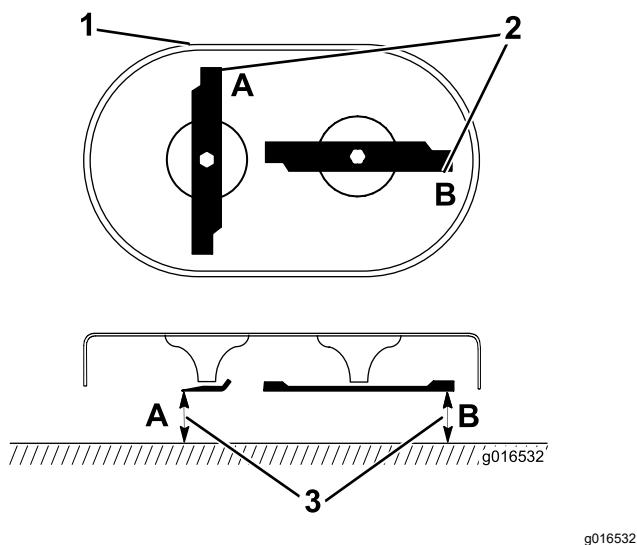

Figura 28
1. Gire las cuchillas a la posición mostrada en Figura 28.
2. Mida desde una superficie nivelada hasta los filos de corte en las posiciones **A** y **B** (Figura 28), y anote ambas dimensiones.